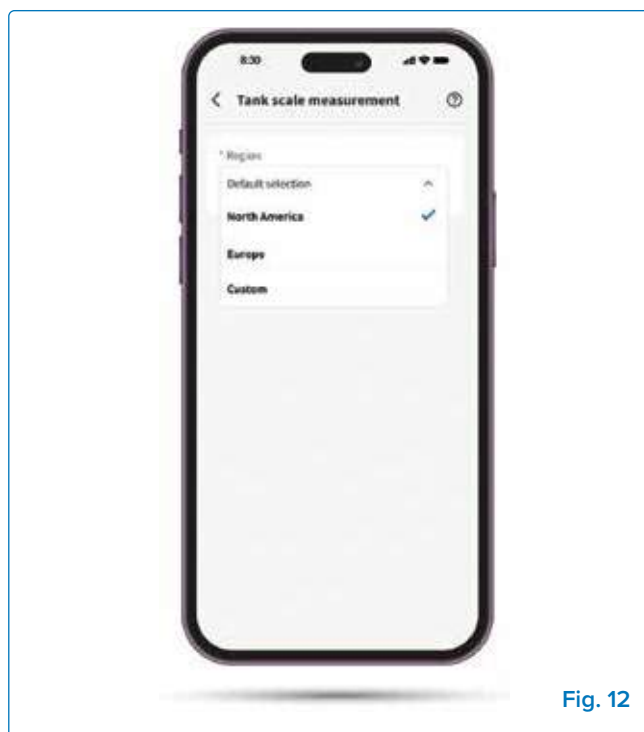

Fig. 12
- Abre la aplicación Napoleon Home y ve a la sección de balanza de tanque. **Fig. 12.**